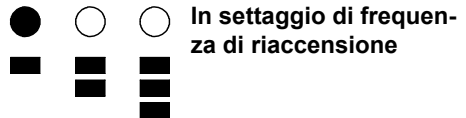
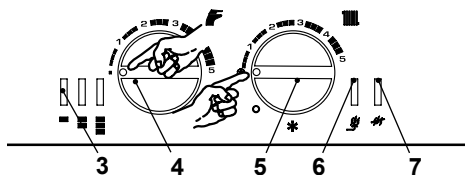
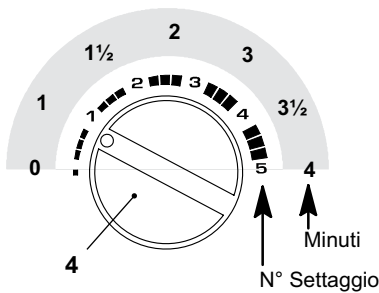

Figura 5.26
Figura 5.30
Figura 5.32
- Per settare il tempo di frequenza di riaccensione le spie di segnalazione 3 in Figura 5.30 devono essere visualizzate come in Figura 5.26 (leggenda spie a pag. 7)
- Se non si visualizza questa sequenza premere il pulsante di ripristino 6 in Figura 5.30 tante volte fino alla visualizzazione.
Figura 5.30 per circa 5 secondi. Le spie di segnalazione 3 in Figura 5.30 lampeggeranno un numero di volte pari al settaggio (Figura 5.27).
- Per cambiare il settaggio ruotare la manopola regolazione temperatura sanitari 4 in Figura 5.30 e posizionarla sul tempo prescelto Figura 5.27 (nella figura es. manopola settata per frequenza di riaccensione di tre minuti), la lampada di segnalazione blocco 7 in Figura 5.30 lampeggia velocemente.
Per memorizzare il settaggio premere il pulsante di ripristino 6 in Figura 5.30 per circa 5 secondi, le spie di segnalazione 3 in Figura 5.30 lampeggiano tutte quante simultaneamente come in Figura 5.28 (leggenda spie a pag. 7)
- Alimentate elettricamente la caldaia azionando l'interruttore bipolare previsto nella installazione; la lampada di segnalazione 3 in Figura 5.30 lampeggia ogni 4 secondi
- Posizionare il selettore 5 come indicato in Figura 5.30; la lampada di segnalazione 3 lampeggia ad intermittenza circa ogni 2 secondi.
- Tenere premuto il pulsante di ripristino 6 in Figura 5.30 per circa 10 secondi, la lampada di blocco 7 in Figura 5.30 inizierà a lampeggiare.
- Per settare il tempo di postcircolazione della pompa le spie di segnalazione 3 in Figura 5.30 devono essere visualizzate
- Se non si visualizza questa sequenza premere il pulsante di ripristino 6 in Figura 5.30 tante volte fino alla visualizzazione (1 volta).
Per visualizzare il settaggio impostato tenere premuto il pulsante di ripristino 6 in Figura 5.30 per circa 5 secondi. Le spie di segnalazione 3 in Figura 5.30 lampeggeranno un numero di volte pari al settaggio (Figura 5.32).
- Per cambiare il settaggio ruotare la manopola regolazione temperatura sanitari 4 in Figura 5.30 e posizionarla sul tempo prescelto Figura 5.32 (nella figura es. manopola settata per postcircolazione di un minuto), la lampada di segnalazione blocco 7 in Figura 5.30 lampeggia velocemente.